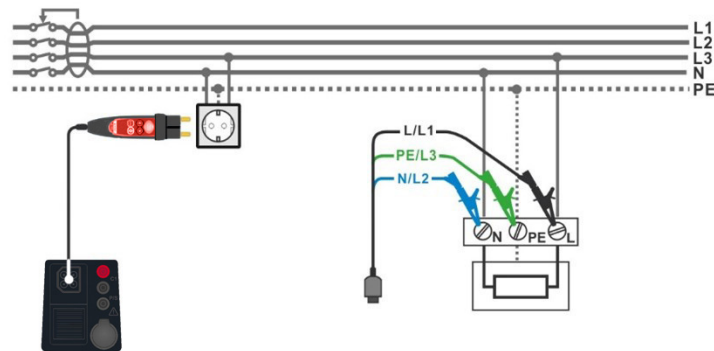

Abbildung 7.25: Anschluss des Commander-Prüfsteckers und der 3-Leiter-Prüfleitung
- › Schließen Sie die 3-Leiter-Prüfleitung oder den Commander-Prüfstecker am Prüfobjekt an, siehe **Abbildung 7.25**.
- › Schließen Sie die 3-Leiter-Leitung oder den Commander Prüfstecker am Prüfobjekt an, siehe **Abbildung 7.25**.
- › Schließen Sie die 3-Leiter-Prüfleitung oder den Commander-Prüfstecker am Prüfobjekt an, siehe **Abbildung 7.25**
<ul style="list-style-type: none"> <li>› Wählen Sie die Funktion RCD Auto im Menü RCD.</li> <li>› Stellen Sie die Prüfparameter / Grenzwerte ein.</li> <li>› Schließen Sie die Prüflleitungen am Prüfgerät an.</li> <li>› Schließen Sie die 3-Leiter-Prüflleitung oder den Commander Prüfstecker am Prüfobjekt an, siehe Abbildung 7.25.</li> <li>› Starten Sie die Messung.</li> </ul>	Start Prüfung